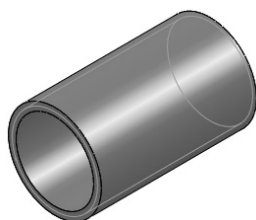

图 6-99 生成中面
- [5] 单击【确定】按钮, 生成中面, 如图 6-99 所示。